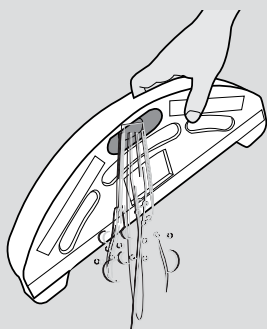

Fig. 16
4. Efter gulvvask, skal du fjerne vandtanken og moppen. Åben gummihætten og hæld det resterende vand ud af tanken. [Fig. 16]